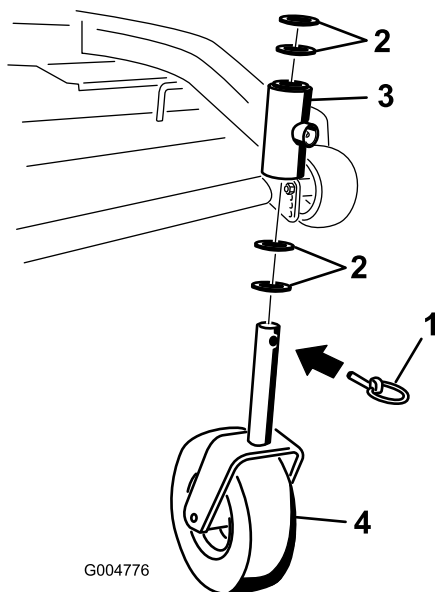

Figura 40
2. Retire el pasador de bloqueo y los espaciadores de la parte superior de la horquilla de la rueda giratoria (Figura 40).
6. Inspeccione la horquilla de la rueda giratoria para determinar si está desgastada y cámbiela de ser necesario (Figura 40).
7. Deslice la horquilla a través de los casquillos del tubo de montaje. Cambie los espaciadores de la horquilla y sujételos con el anillo de retención (Figura 40).